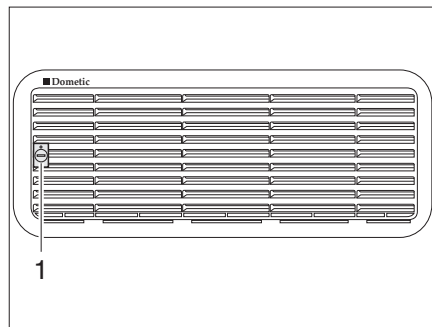
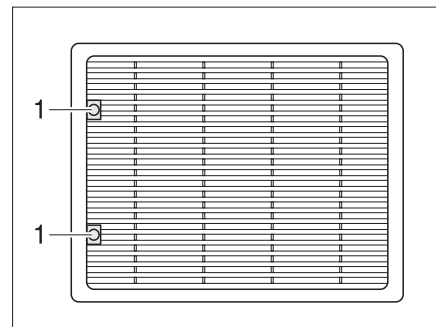

Fig. 347 Grille d'aération du réfrigérateur (Dometic petit)
Fig. 348 Grille d'aération du réfrigérateur (Dometic grand)
- Tourner la vis (Fig. 347,1 ou Fig. 348,1) d'un quart de tour à l'aide d'une pièce de monnaie.